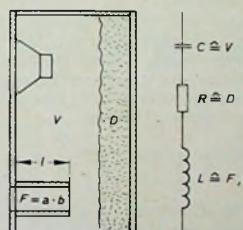

Bild 17. Baßreflexbox mit dem
Diese Gehäuseform (Bild 17) ist häufig anzutreffen. Sie besteht aus einem Kasten mit den Innenmaßen  $A$ ,  $B$  und  $C$ , an dessen Vorderseite der Tiefotonlautsprecher angebracht ist. Eine zweite Öffnung mit der Fläche  $F$  befindet sich an anderer Stelle, meistens auch vorn.
Eine Baßreflexbox nach Bild 17 hat das Volumen  $V = A \cdot B \cdot C = 0,4 \cdot 0,5 \cdot 1 = 200 \cdot 10^{-3} \text{ m}^3$ . Die zweite Öffnung hat die Fläche  $F = 0,05 \cdot 0,12 = 6 \cdot 10^{-3} \text{ m}^2$ . Der Rohrstützen ist  $l = 0,2 \text{ m}$  lang. Die Eigenfrequenz (Helmholtz-Frequenz) beträgt nach Gl. (34)